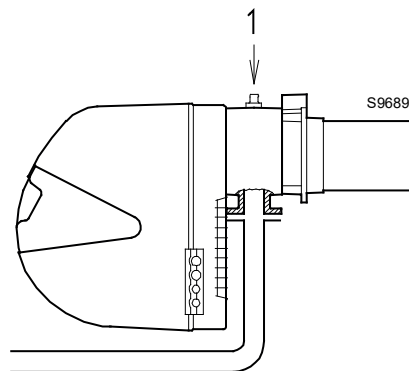

Fig. 17
Pression de gaz mesurée à la prise 1)(Fig. 17), avec :
Perte de charge vanne papillon gaz 2)(Fig. 17) avec ouverture maximale : 90°.
Perte de charge de la rampe 3)(Fig. 17) comprenant : vanne de réglage VR, vanne de sécurité VS (ayant chacune une ouverture maximum), régulateur de pression R, filtre F.
- soustraire de la pression du gaz à la prise 1)(Fig. 17) la pression chambre de combustion.
Pour connaître par contre la pression de gaz nécessaire à la prise 1)(Fig. 17), après avoir défini la puissance de modulation maximale à laquelle on désire faire fonctionner le brûleur :
- Lire sur la droite, colonne 1, la pression à la prise 1)(Fig. 17).
Pression nécessaire à la prise 1)(Fig. 17).